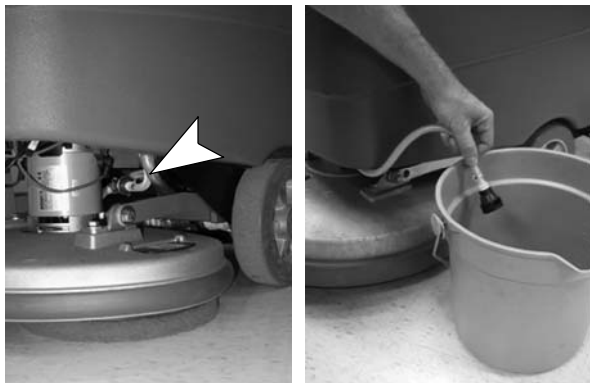

FIG. 74
3. Débranchez le connecteur noir fixé sur la tête de brosse et placez le tuyau dans un seau (Figure 74). Pour accéder au raccord du connecteur, il se peut que vous deviez retirer le capot avant de la machine.